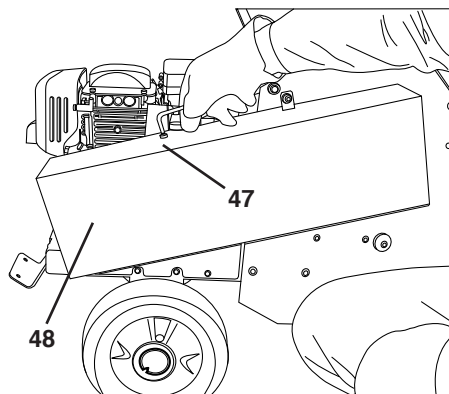

Figure 39
- Reposer le capot de protection de la courroie (48) et bien visser la vis et les écrous (47) (voir « Figure 39 et 40 »).